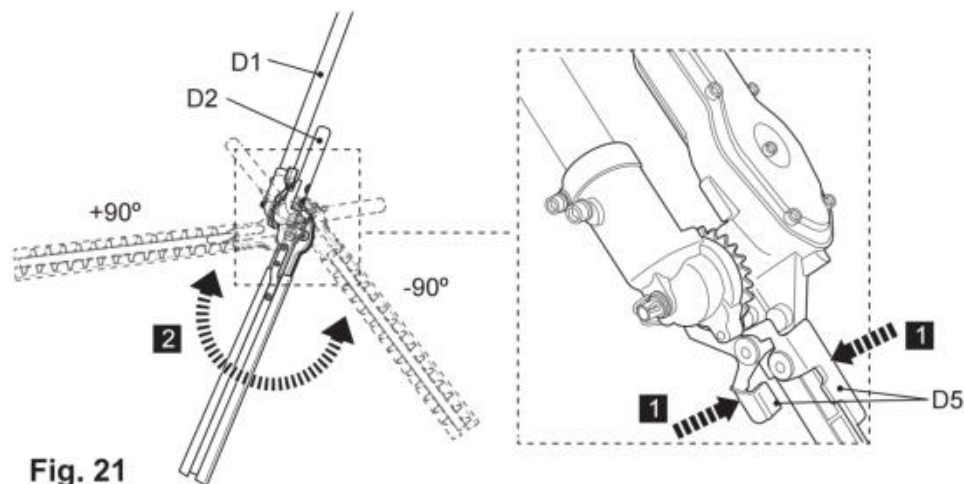

Fig. 21
5) Drücken Sie die Entriegelungshebel (D5), um das Zahnsystem (D6) zu entriegeln und den Klingenkopf in die gewünschte Position zu bringen (Abb. 21).